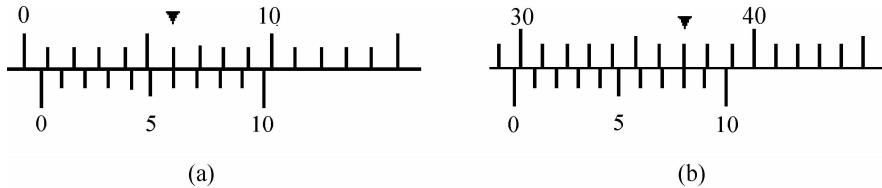

图 1-7 0.1mm 精度的游标卡尺读数原理
(1) 游标卡尺的精度。游标卡尺巧妙地运用了游标尺与主尺最小刻度之差,如果将主尺上的9mm等分10份作为游标尺的刻度,那么游标尺上的每一刻度与主尺上的每一刻度所表示的长度之差就是0.1mm,同理,如果将主尺上的19mm,49mm分别等分20份、50份作为游标尺上的20刻度、50刻度,那么游标尺上的每一刻度与主尺上的每一刻度所示的长度之差就分别为0.05mm,0.02mm。因此游标卡尺的测量精度可达0.1mm,0.05mm,0.02mm。
(2) 读数原理。以10分格游标卡尺为例,由于它的精度为0.1mm,当测量小于1mm的长度时,游标尺上第几条刻度线与主尺上的某刻度线对齐,那么主尺上零刻度线与游标尺上的零刻度间距就为零点几毫米,被测长度就为零点几毫米,如图1-7(a)所示,游标尺上第6条刻度线与主尺上的刻度对齐,则被测长度为0.6mm。当测量长度大于1mm时,首先读出游标尺上的零刻度线对应主尺上的整毫米刻度数,然后按上述方法读出游标尺上与主尺对齐的刻度数,此数乘以0.1后,将两数相加,即得到被测长度。如图1-7(b)所示,主尺上的读数为29mm,游标尺上第8条刻度线与主尺上的刻度对齐,所以被测长度为 $29 + 0.1 \times 8 = 29.8\text{mm}$ 。